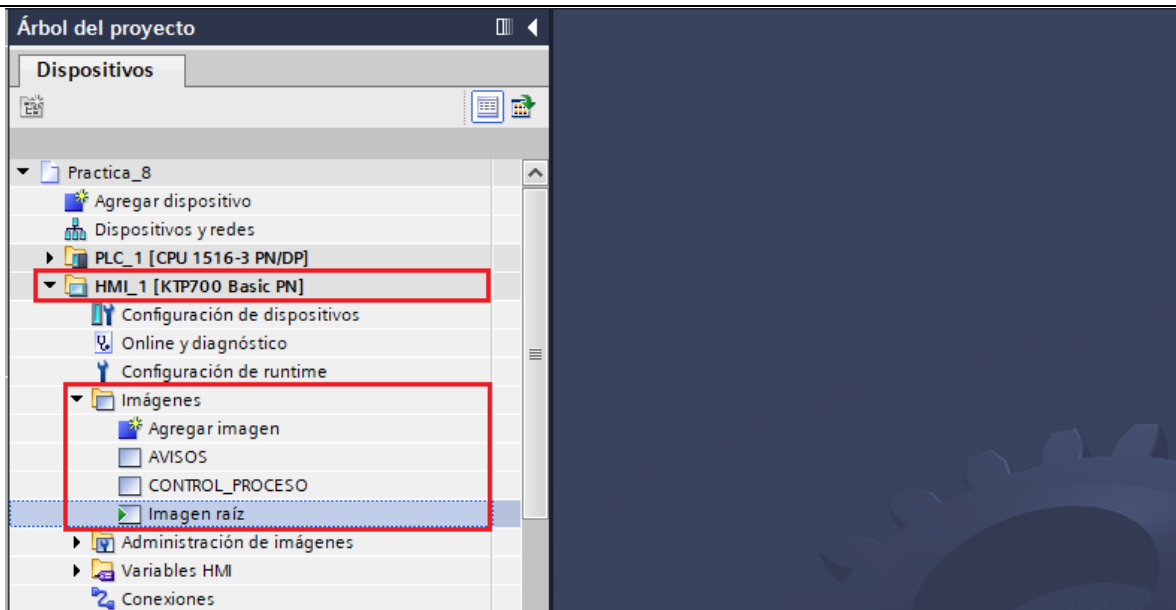

Figura 46. Agregar imágenes para control del proceso.
- (1) Para iniciar con la configuración, se deben agregar cuatro imágenes, en las cuales se va a configurar el control del proceso de un sistema de presión constante, para ello primero se debe dirigir a "HMI_1 [KTP700 Basic PN]" / "Imágenes".
- Se debe agregar dos imágenes que se denominarán "AVISOS", "CONTROL_PROCESO". (ver Figura 46).